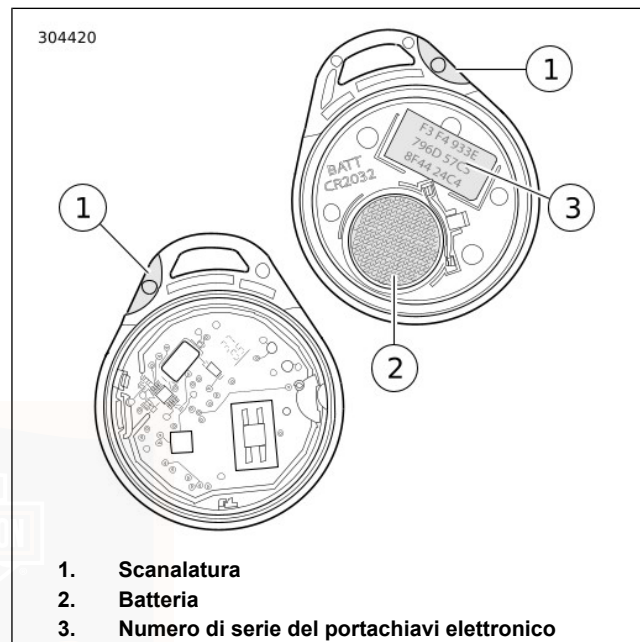

Figura 18. Batteria del portachiavi elettronico
1. Vedere Figura 18. Fare leva delicatamente con una lama sottile nella scanalatura a unghia (1) sul lato del portachiavi per separare le due metà.
2. Togliere la batteria (2) ed eliminarla.